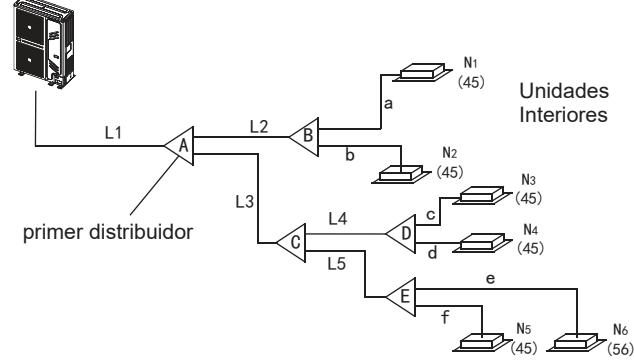

Fig. 4-5
- 2) Ejemplo: En la Fig.4-5, la capacidad total aguas abajo de la tubería L2 es de  $45 \times 2 = 90$ , por lo que según la Tabla 4.4, el diámetro de gas / líquido de L2 será:  $\Phi 15.9$  ( $5/8''$ ) /  $\Phi 9.5$  ( $3/8''$ ).